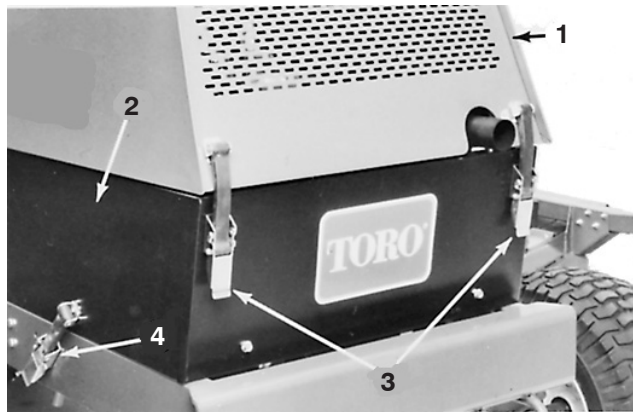

Figure 1
1. Déverrouillez le capot et le panneau latéral gauche du compartiment moteur (Fig. 1). Soulevez le capot et calez-le avec la béquille de sécurité, puis déposez le panneau latéral gauche. Vérifiez que la béquille de sécurité est bien engagée dans l'un des supports du capot.